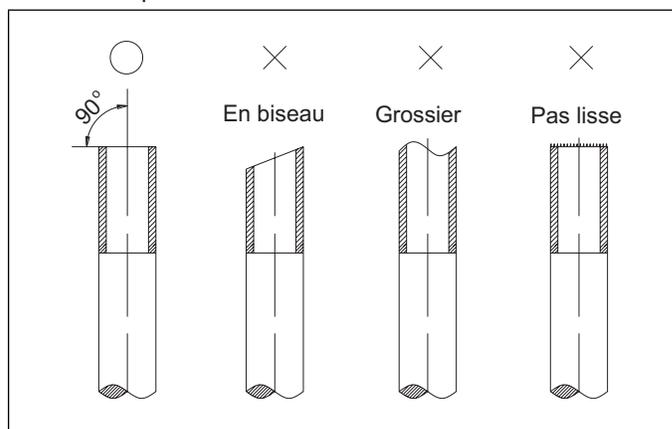

Figure 22. Coupe des conduites
4. Couper les conduites avec un coupe-tube. Les coupes doivent être plates et lisses comme illustrées à la «Figure 22. Coupe des conduites».